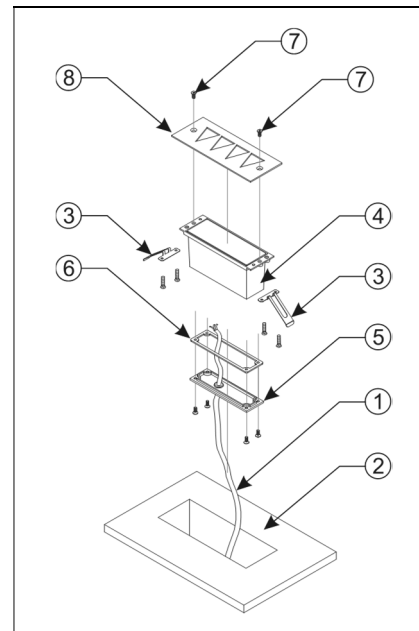
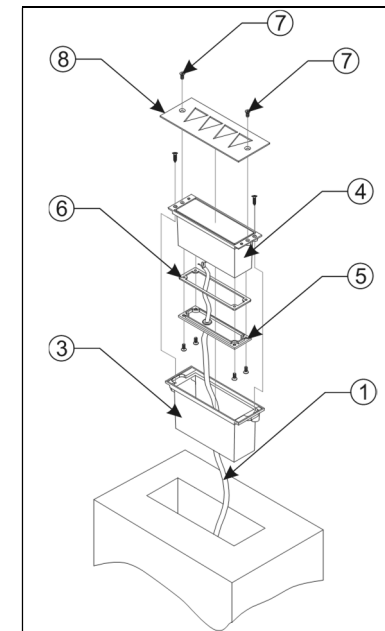

РИС. 1. Монтаж светильника без установочного короба
РИС. 2. Монтаж светильника с установочным коробом
5.2. Монтаж светильника с установочным коробом – Способ №2 (РИС.2)
- a) Перед установкой светильника убедитесь в отсутствии напряжения на питающем кабеле (1);
- b) Подготовьте проем (вырез) в вертикальной монтажной поверхности (2) под установочный короб (3);
- c) Вмонтируйте и закрепите установочный короб (3) в подготовленном проеме, предварительно выведя внешний питающий кабель (1) сквозь установочный короб наружу. Убедитесь в надежном закреплении установочного короба;
- d) Отсоедините заднюю крышку (5) светильника, вывернув крепежные винты.
Внимание! Светильник может быть установлен двумя способами, в зависимости от комплектации, места установки и типа монтажной поверхности (см. РИС.1, РИС.2):
5.1. Монтаж светильника без установочного короба – Способ №1 (РИС.1)
- а) Перед установкой изделия убедитесь в отсутствии напряжения на питающем кабеле (1);
- б) Подготовьте проем (вырез) в вертикальной монтажной поверхности (2) под установку светильника. Оптимальная толщина монтажной поверхности: 15-30 мм;
- в) С помощью винтов прикрепите фиксирующие клипсы (3) к корпусу светильника (4);
- г) Отсоедините заднюю крышку (5) светильника, вывернув крепежные винты.